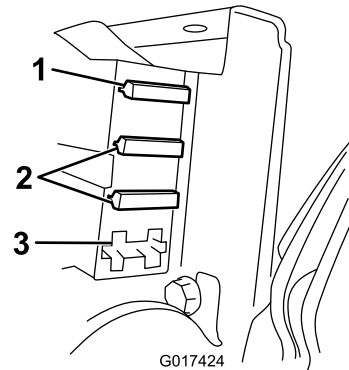

图42
3. 检查保险丝盒内的保险丝**图42**。
- 如果任何保险丝熔断请使用具有适当电压和电流的保险丝进行更换**图42**。